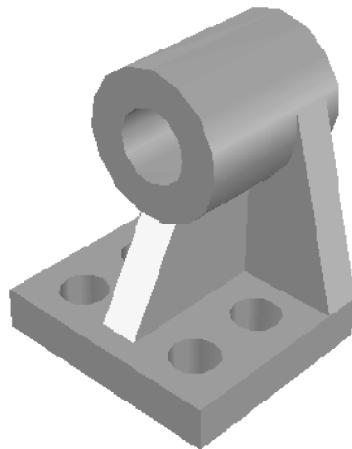

图 13-25 最终结果
17) 并集并修改视觉样式。将剩余两实体合并，并修改视觉样式，结果如图 13-25 所示。